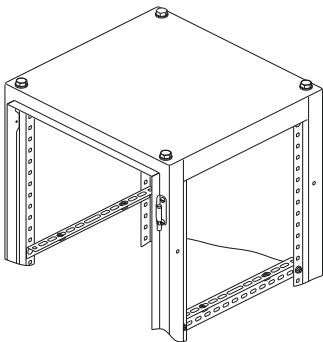

Рисунок 19
14.1 Вставьте кузовные гайки в пазы 9х20 предварительно установленных Углов для оборудования (рисунок 19).